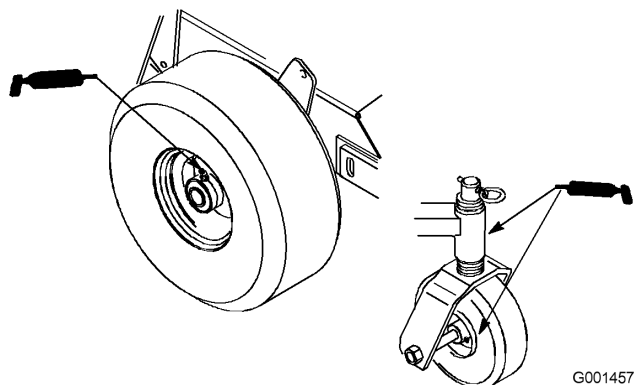

Figura 19
1. Lubrique los cojinetes de las ruedas delanteras y los ejes delanteros (Figura 19).